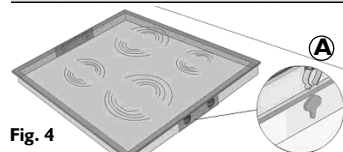

Fig. 4
- För in spishällen i hålet och se till att fjäderklämmorna (**A**) blockeras i nedsänkningarna på byglarna (**C** Fig. 4 och 5).